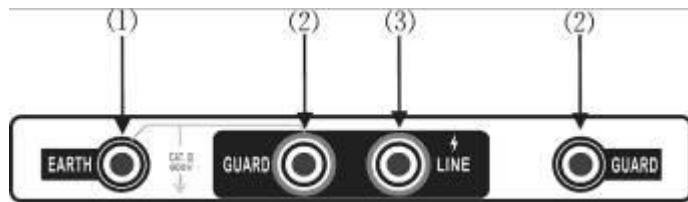

图 3：测试端接线图
3、将带高压测试线红色插头端插入（3）LINE端，绿色插头端插入（2）GUARD端，另一端探针或夹子接于被试设备的高压导体上。将测试线副线（绿色）插入（2）GUARD端（右手边），另一端接于被试设备的高压护环上，以消除表面泄漏电流的影响（详见“屏蔽端的使用方法”相关内容）。将另外一根黑色副线测试线插入地端（EARTH）（1）端，另一头接于被试设备的外壳或地上，如图3所示。